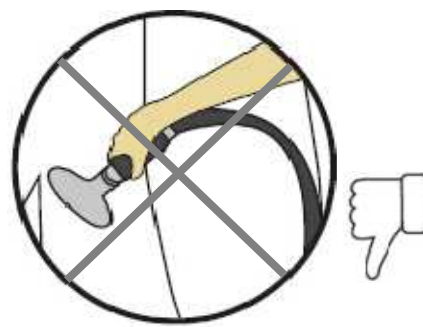

**fig.19**
- Para ello, utilice el tensor para pantalones (fig.22, en la página 51) o simplemente tense el tejido estirándolo con la mano libre. (fig.19)